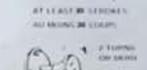

FIG. 5
2. TEST PUMP - with Pump Knob in closed position (turn right), place thumb over hole in Pump Knob (Fig. 5) and pump. If little or no resistance is felt, oil or replace pump leather (see note below). If pump resists, go to Step 3.
3. Open Pump Knob by turning two (2) turns to left.
4. With thumb over hole in Pump Knob, pump 30 or more strokes of air into tank (Fig. 5). If tank is not full of fuel, more strokes will be required.
2. VÉRIFICATION DE LA POMPE - Le bouton de la pompe étant fermé (tournez à droite), posez le pouce sur le petit trou (fig. 5) et pompez. Si vous sentez un peu de résistance, lubrifiez ou remplacez le cuir de pompe (voyez la note ci-après). Si la pompe résiste, passez aux directives du paragraphe 3.
3. OUVREZ LA POMPE - Ouvrez le bouton de la pompe en tournant à gauche deux (2) tours.
4. Mettez le pouce sur le petit trou du bouton de la pompe puis pompez quelque 30 fois pour remplir le réservoir d'air, fig. 5. Si le réservoir n'est pas plein de combustible, il vous faudra peut-être pomper plus.